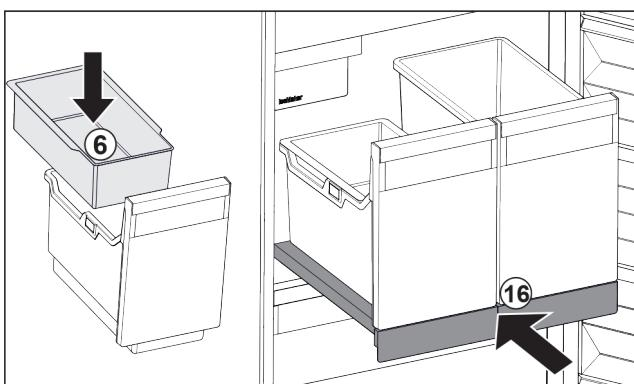

Fig. 25
- Вставити підвісний лоток Fig. 25 (6) для кубиків льоду.
- Вставити витяжну панель з резервуаром (IceTower). Fig. 25 (16)